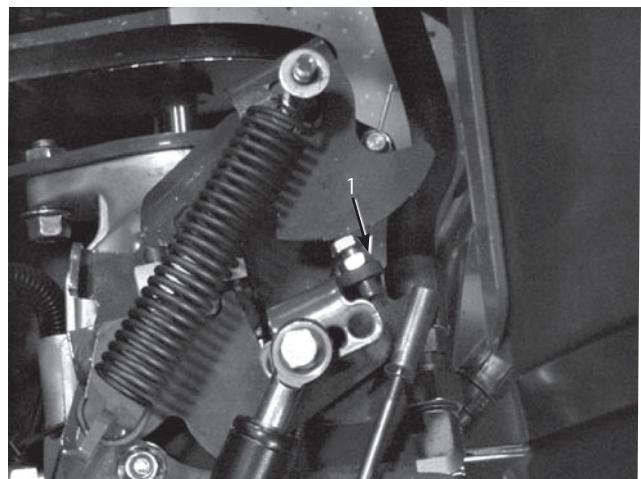

図62
5. 調整する場合：ポンプのストップ・ボルト（図62）をストップ・プレートに近づけると穴あけ間隔が小さくなり、遠ざけると間隔が大きくなる。